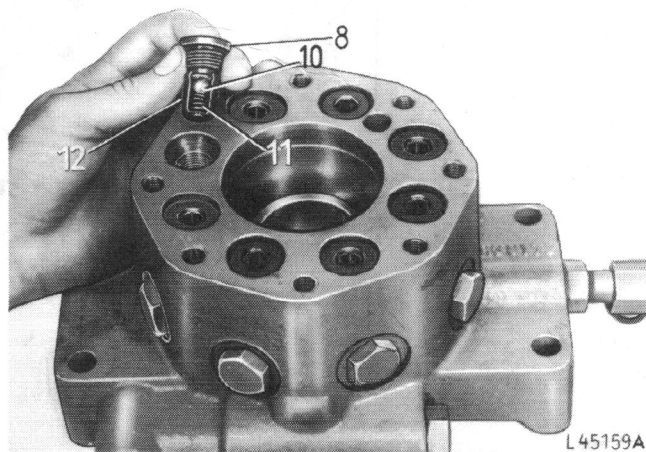

Fig. 2 — Dépose des soupapes d'admission
4. Déposer les soupapes d'admission (fig. 2).